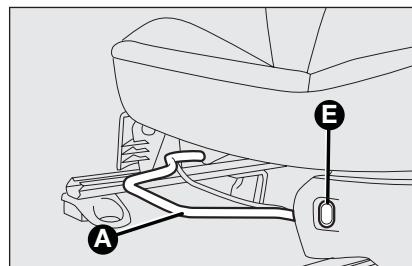

fig. 17
### Ajuste hacia delante/atrás fig. 17
### Asientos calefactados fig. 17 (donde corresponda)
**ATENCIÓN** Si utiliza la palanca D antes de bloquear el asiento en su posición original hace que se pierda la posición original del asiento. En ese caso, ajuste la posición del asiento por medio del ajuste de la inclinación fig. 17.
Para devolver el asiento a su posición inicial, deslice el asiento hacia atrás y presione en el respaldo para bloquear el asiento (movimiento ④) utilice la palanca D (movimiento ⑤) y levante el respaldo (movimiento ⑥) hasta oír un clic. Ajuste la inclinación con la palanca A-fig. 17.